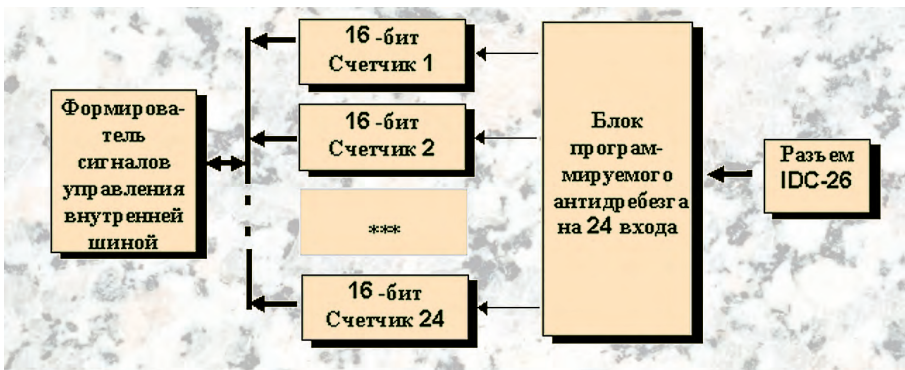

Рис. 4. Блок-схема 24 каналов варианта «с00»
- «с00» (рис. 4) — 96 16-разрядных счетчиков с программируемым антидребезгом счетного входа;